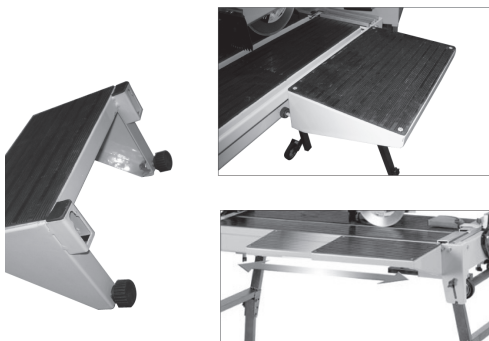

Рисунок 4. Схема встановлення розширювача робочого столу.
5.1.2.4 Встановлення розширювача робочого столу (Рис. 4).